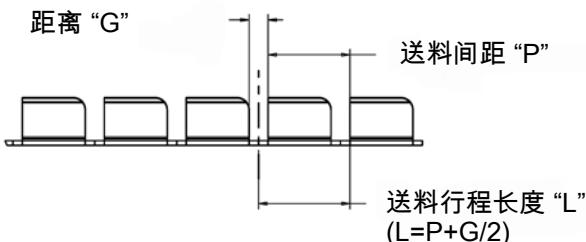

图 23
3. 转动调节轮 (2161481-1)，调节至正在处理的端子对应的“L”尺寸。有关 AMPLIVAR 端子的“L”尺寸，请参阅图纸 2161490。如果没有可用数据，请将“L”设为端子间距加上端子之间距离的 $\frac{1}{2}$ (图 23)。
10. 执行若干次压接并测量端子的切割状况（图 23）。